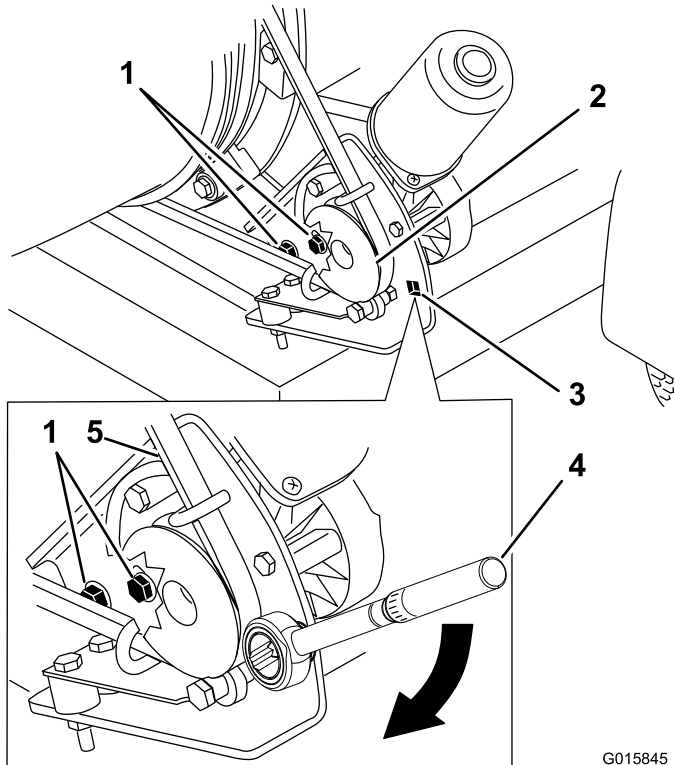

Bild 31
1. Lockern Sie die Schrauben, mit denen die Befestigungshalterung der Riemenscheibe am Bläserrahmen befestigt ist (Bild 31).
2. Platzieren Sie einen Drehmomentschlüssel in der Riemenscheibenbefestigungshalterung (Bild 31).
- Schwenken Sie die Riemenscheibenbefestigungshalterung von der Düse weg, bis der Drehmomentschlüssel 22,6 bis 26,0 Nm anzeigt (Bild 31).